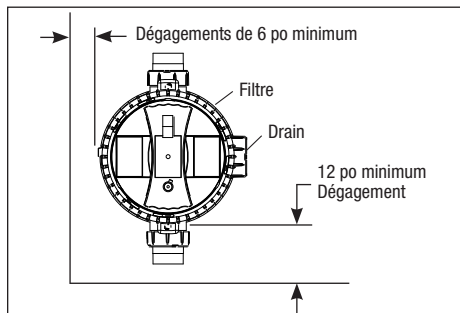

Figure 1. Emplacement du filtre - Vue de dessus
3. Installer les commandes électriques à au moins cinq (5) pieds du filtre. Cela laissera suffisamment d'espace pour rester à l'écart du filtre au moment du démarrage.
4. Laisser un espace suffisant autour du filtre pour permettre une inspection visuelle l'anneau du serre-joint. Voir la Figure 1.